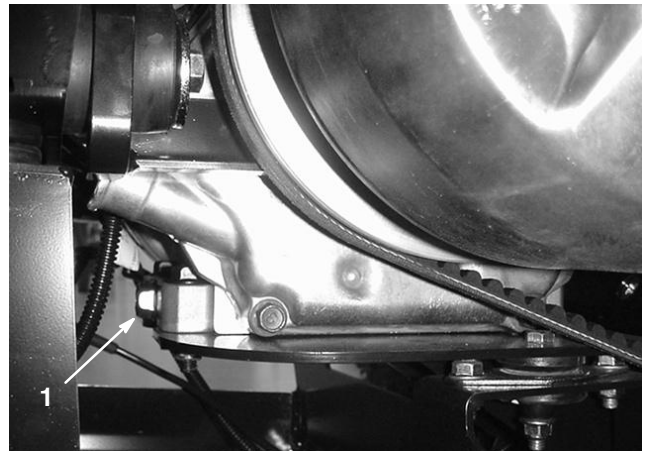

Bild 27
5. Entfernen Sie die Ablassschraube (Bild 27) und lassen das Öl in ein Auffanggefäß ab. Drehen Sie die Ablassschraube, nachdem das Öl vollständig abgelassen ist, ein und ziehen sie dann mit 17,6 Nm an.